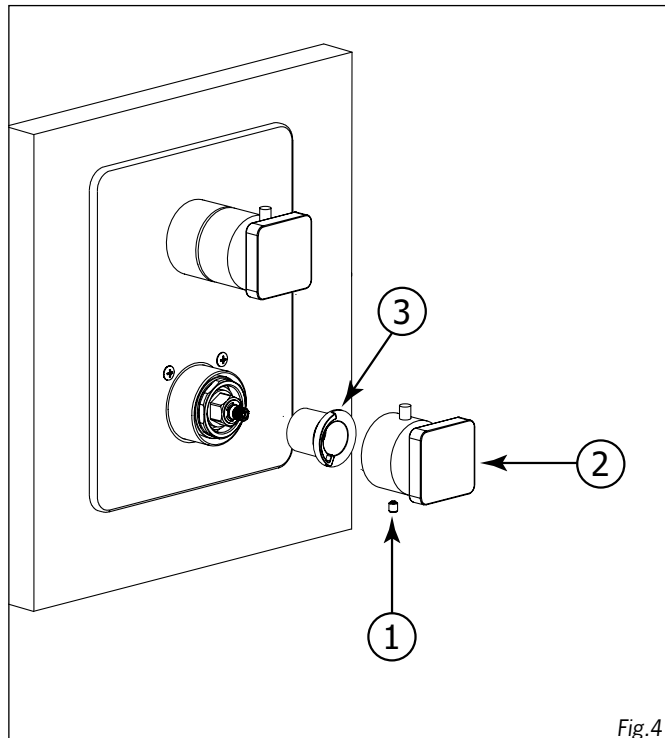

Fig.4
Remove the setscrew (1) and the volume control handle (2) (See Fig.4).
Retirer la vis de retenue (1) et la poignée de contrôle de volume (2). (Voir Fig.4).